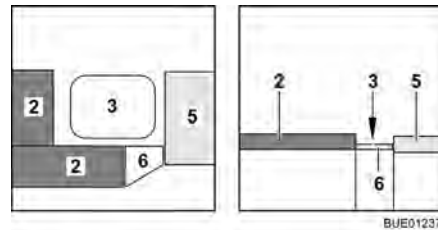

Fig. 92 Durante la transformación
- Enganchar el ensanchamiento de cama (Fig. 92,6) en los baúles-banco.